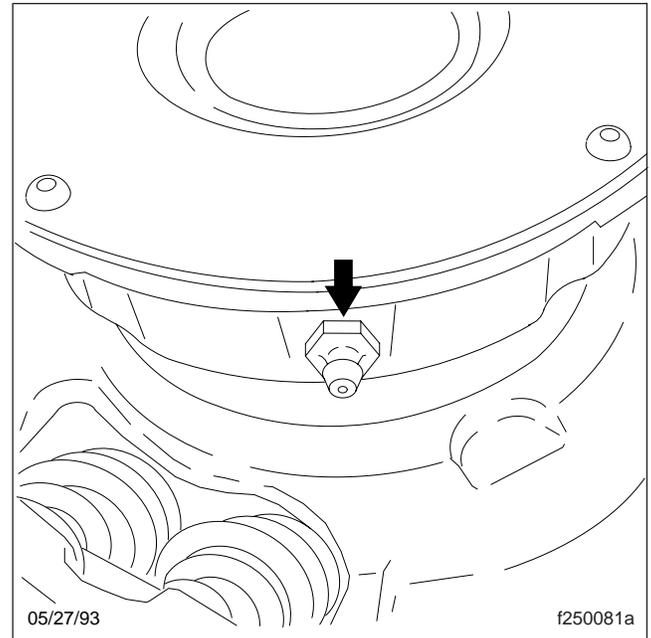

Fig. 1, Embout de graissage de la butée de débrayage
3. Essuyez la saleté sur l'embout de graissage. Voir la **figure 1**. À l'aide d'un pistolet graisseur à basse pression équipé de la graisse recommandée, lubrifiez la butée suffisamment pour que l'excédent de graisse s'écoule de l'arrière de la butée de débrayage (vers la boîte de vitesses).